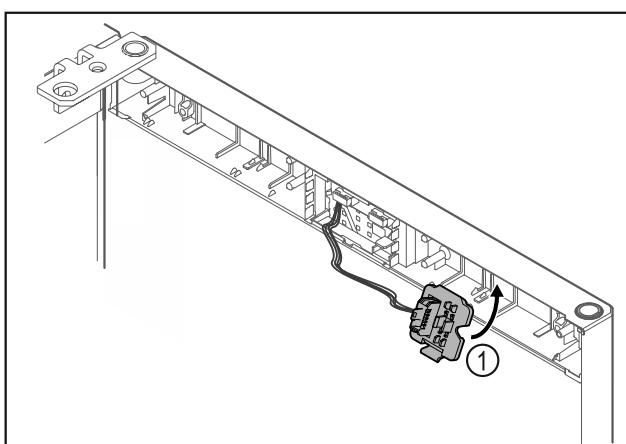

Fig. 23
► Fixați în poziție suportul fișei Fig. 23 (1) pe partea opusă.